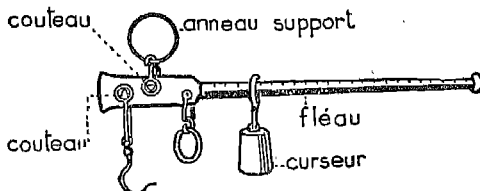

Fig. 1. — Romaine.
1. Décrivez une romaine1 en vous aidant de la fig. 1. La graduation est-elle en parties d'égale longueur ?
Elle se compose d'un fléau, barre de fer mobile autour d'un couteau horizontal. Ce couteau est supporté par un anneau que l'on tient à la main (fig. 1 et 2). Un crochet, lui-même suspendu à un autre couteau, porte le corps à peser.